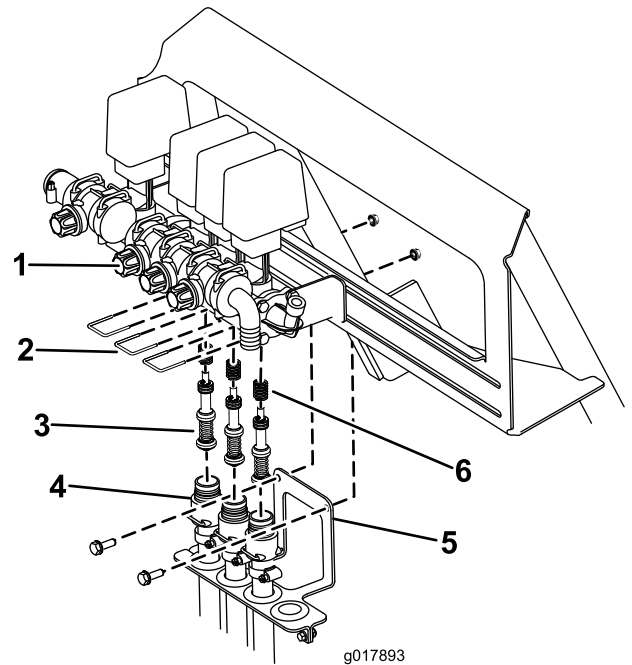

Figura 70
- B. Retire las 3 horquillas que sujetan los asientos de las válvulas al conjunto de las válvulas (Figura 70).
- C. Retire los 2 tornillos y las 2 tuercas que sujetan el soporte de las mangueras al bastidor del fumigador (Figura 70). Baje las mangueras del conjunto de las válvulas.
- D. Usando una llave Allen de 3 mm, retire los tornillos que sujetan los pistones en el conjunto de las válvulas. Asegúrese de guardar los muelles de la válvula (Figura 70).